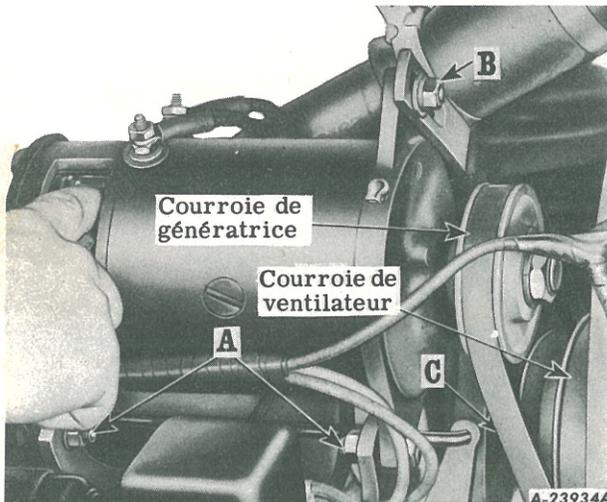

Figure 51
1. Desserrez les 2 écrous "A" et la vis à tête hexagonale "B" (fig. 51). Déplacez la génératrice vers le moteur et retirez la courroie de la poulie de la génératrice.
Si le collecteur est sale ou légèrement rayé par les balais, vous pouvez le nettoyer avec une bande de papier de verre n° 00, pendant que vous faites tourner lentement l'induit. Voyez figure 51. N'employez jamais de toile émeri ou de toile au carborundum. Une fois le nettoyage terminé, chassez la poussière du collecteur par soufflage.